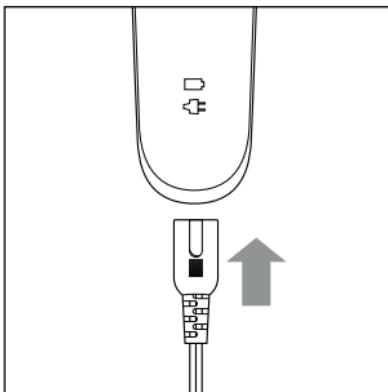

Abb. 1
- 2) Verbinden Sie den Hohlstecker 9 des Netzadapters 3 mit dem Gerät (siehe Abb. 1).
- 2) Verbinden Sie den Hohlstecker ⑨ des Netzadapters ⑧ mit dem Gerät (siehe Abb. 1).
- 3) Stecken Sie den Netzstecker des Netzadapters ⑧ in eine gut erreichbare Steckdose (100 - 240 V ~, 50/60 Hz).
- 4) Schalten Sie das Gerät ein, indem Sie den Ein-/Ausschalter I/O ⑤ in Position I schieben.